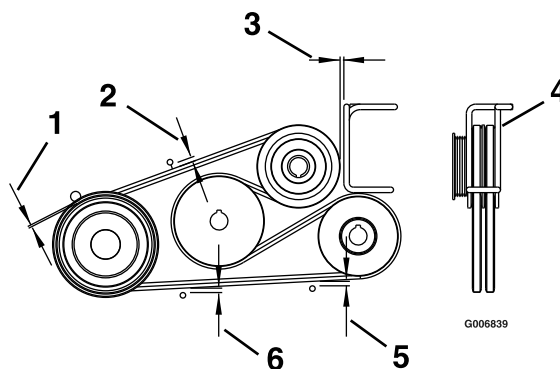

Рисунок 62
4. Отрегулируйте направляющие ремней, как показано на Рисунок 62.